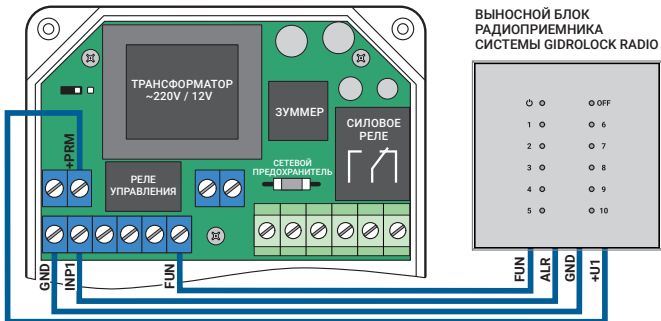

Рис. 8. Схема подключения выносного радиоприемника системы GIDROLOCK RADIO
– функция «автоповорот» отключена. Это дает возможность использовать блок управления, например, совместно с работой скважного насоса, где автоповорот не нужен (рис. 8);
6.6. Рис. 8. Схема подключения к блоку управления выносного блока радиоприемника системы GIDROLOCK RADIO для использования радиодатчиков протечки воды WSR. К одному радиоприемнику можно подключить до 10 беспроводных радиодатчиков GIDROLOCK WSR.